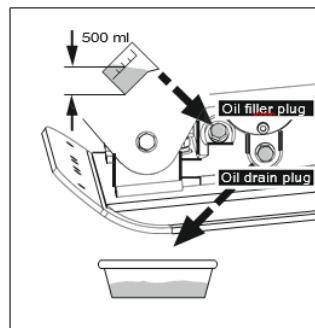

Рис.12
- НЕ заливайте слишком много масла. Это может привести к экстремальному повышению температуры в процессе работы (Рис. 12).